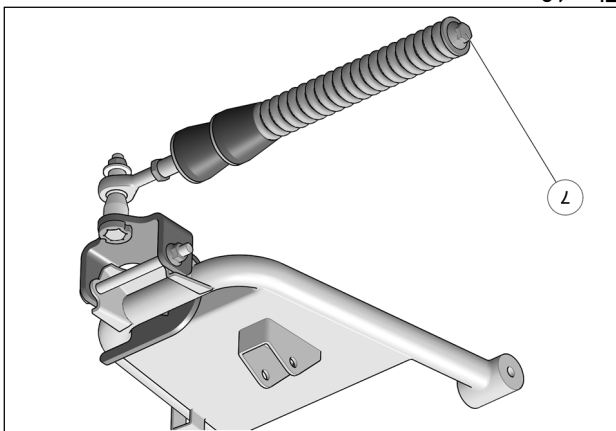

Fig. 10
10. Vérifier que le boulon du ressort (7) est serré au couple recommandé: 75 N•m [55 lb•pi]. Fig. 10